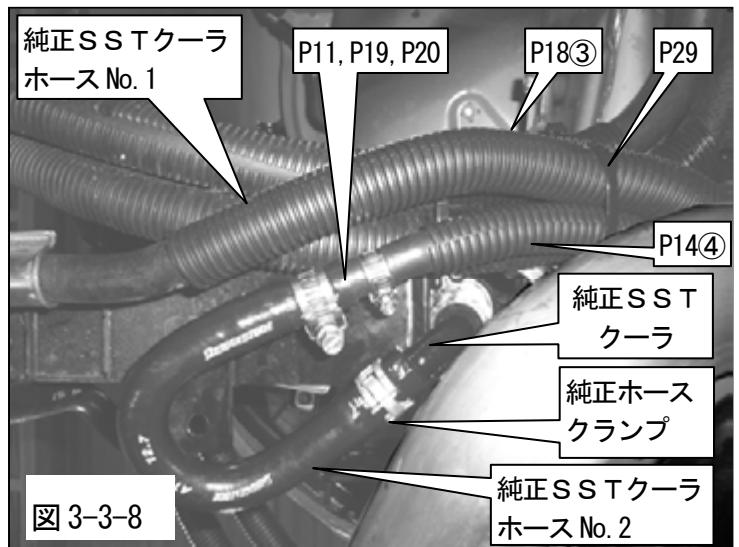

図 3-3-8
- 固定する際に、SSTフルードホースφ9①に適度にたわみを持たせてください。たわみが無い場合、SSTとボディが動いた際にホースに無理な力がかかり、ホースを破損する恐れがあります。
(13) 3-3. (11) で取付けた純正 SSTクーラホース No. 1 に 3-1. (2) で加工したコルゲートチューブφ 12.7 用③を取付けてください。(図 3-3-8)
(14) 2. (9) で加工した純正 SSTクーラホース No. 2 を、純正ホースクランプを使用して純正 SSTクーラに取付けてください。(図 3-3-8)
(15) 異径ジョイントパイプ、ホースバンド#4、ホースバンド#6 を使用して 3-3. (5) で組立てた SSTホースφ9④を純正 SSTクーラホース No. 2 に取付けてください。(図 3-3-8)